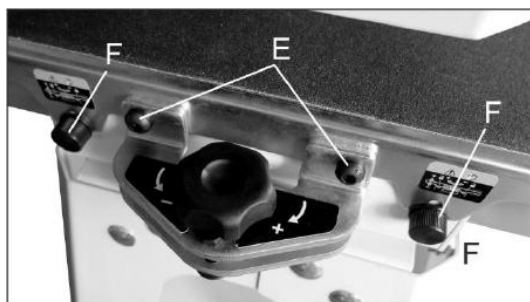

Abb. 10-3
4. Die zwei (2) Schrauben, mit denen der Fördertisch am Sockel befestigt ist, lösen.
5. Die zwei (2) Schrauben, mit denen der Fördertisch an der Trommel-Ausrichthalterung (E, Abb. 10-3) befestigt ist, lösen.
6. Die zwei Verriegelungen (F, Abbildung 10-3) lösen.